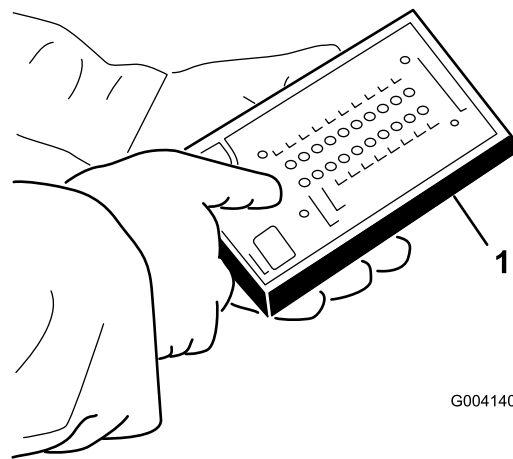

Bild 28
5. Schließen Sie den Stecker der ACE-Diagnostik an den Kabelbaum an (Bild 28).